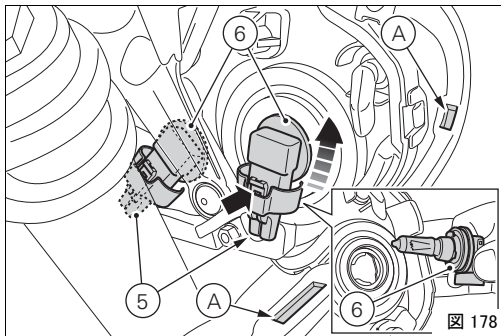
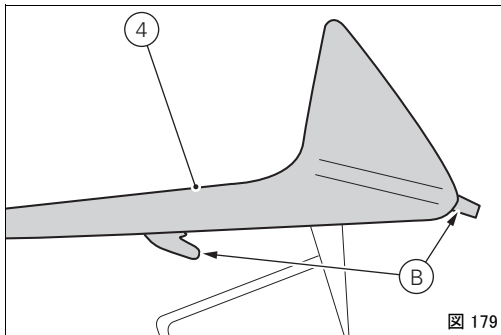

図 178
図 179
フェアリング上のリードをホール (A、図 178) から外すため後部を持ち上げながらブリッジ (4) を外します。ランプホルダー (6) からコネクター (5) を外します。溶断した電球とランプホルダーをいっしょに反時計回りに回し、取り外します。新しいランプと交換してください。
コネクター (5) を取り付け、注意しながらフェアリングのリード (B、図 179) をホール (A、図 178) に入れて下さい。